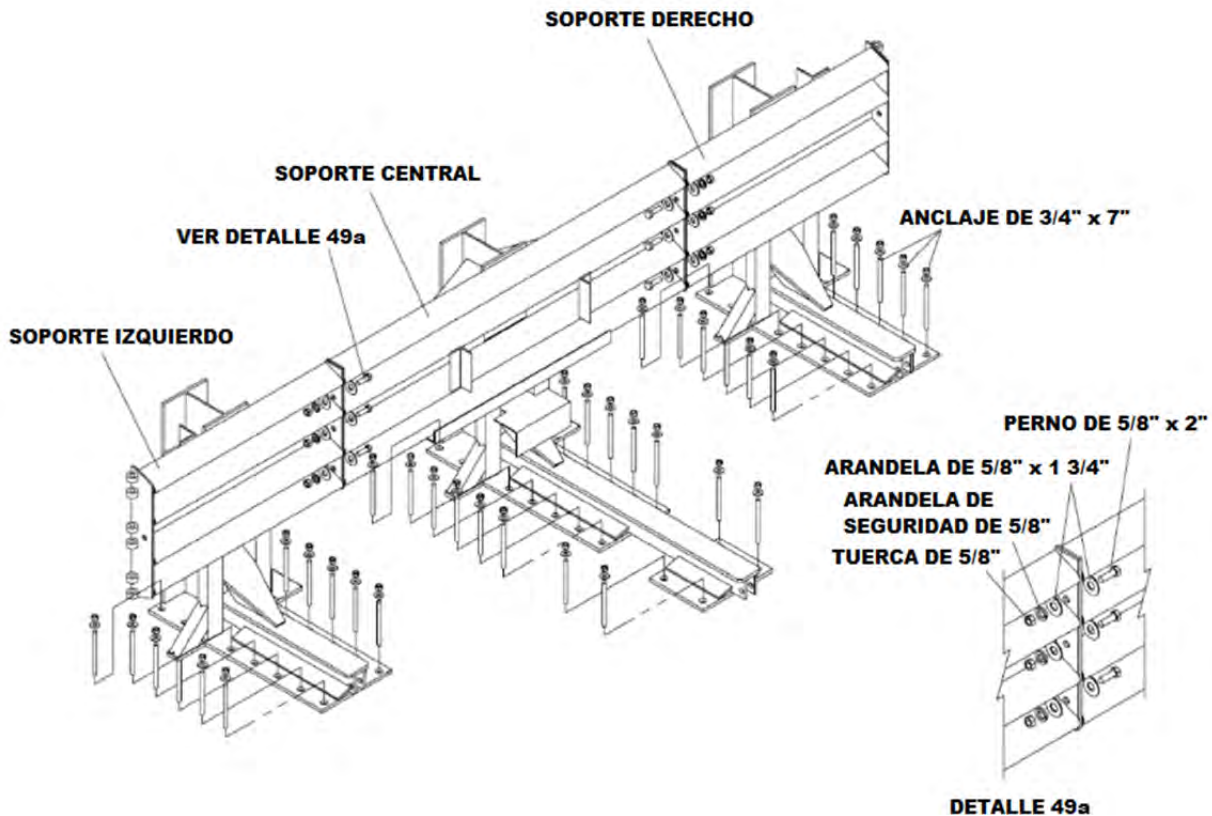

Figura 49
C) Ensamblaje del soporte trasero para sistema con ancho nominal de 3.2 m (Figura 49)
Fije las secciones del soporte trasero unas contra otras usando un perno hexagonal de 16 mm (5/8") x 51 mm (2"), dos (2) arandelas planas de 16 mm (5/8") x 44 mm (1 3/4"), una arandela de seguridad de 16 mm (5/8") y una tuerca hexagonal de 16 mm (5/8") (6 lugares) según se indica en la Figura 49 y el Detalle 49a.